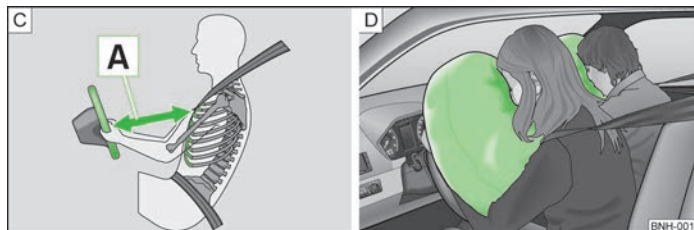

Fig. 84 Distanța sigură față de volan/airbaguri umplute cu gaz
Prin declanșarea airbagurilor, acestea se umplu cu gaz și se desfac în fața șoferului și pasagerului față » fig. 84 - **D**. Airbagul umflat amortizează mișcarea spre înainte a pasagerilor reducând astfel riscul de rănire în zona capului și a pieptului. ▶
- Atât pentru șofer cât și pentru pasagerul față este important să păstreze o distanță de aproximativ 25 cm față de volan, respectiv de planșa de bord **A** » fig. 84. Dacă nu se respectă această distanță, sistemul airbag nu își poate exercita eficiența maximă - Pericol! În afară de aceasta, scaunele față trebuie să fie întotdeauna reglate în funcție de înălțimea corpului.